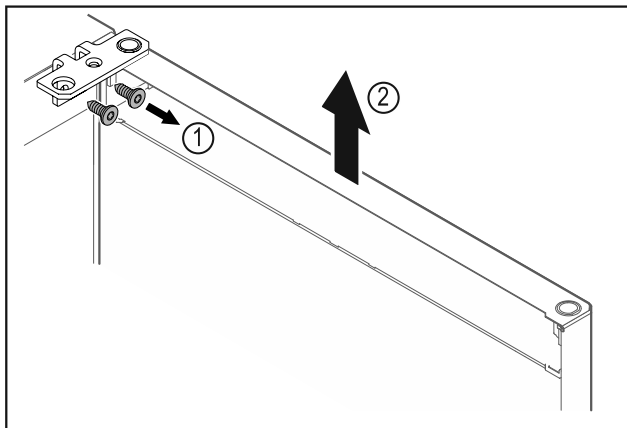

Fig. 13
- ▶ Odkręcić zawias Fig. 13 (1).
- ▶ Drzwi wraz z zawiasem należy podnieść prosto do góry o ok. Fig. 13 (2) circa 200 mm i zdjąć.